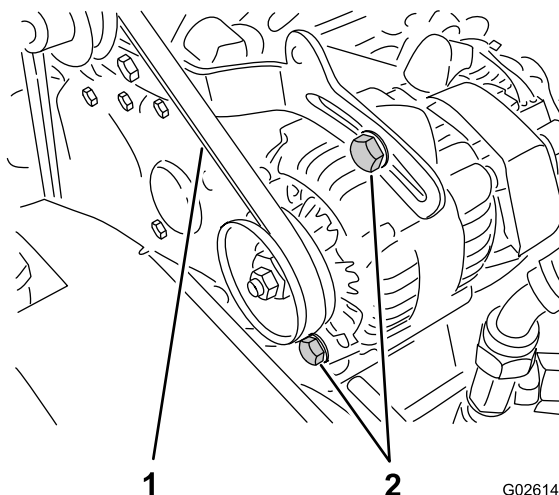

Figura 58
2. Compruebe la tensión presionando la correa en el punto intermedio entre las poleas del cigüeñal y del alternador con una fuerza de 10 kg (Figura 58).
- A. Afloje los 2 pernos de montaje del alternador (Figura 58).
luego apriete los pernos de montaje (Figura 58).